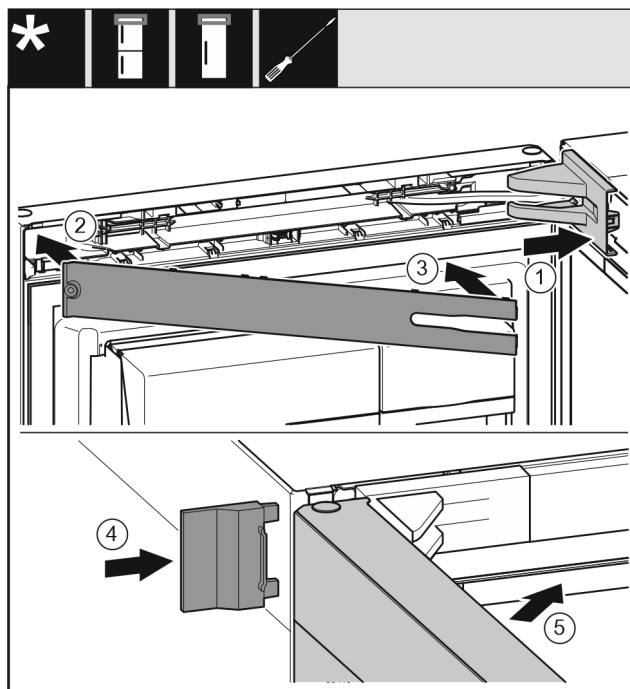

Fig. 54
- ▷ 放上并插入托架盖 Fig. 54 (1)，如有必要小心地按压分开。
- ▷ 盖上隔板 Fig. 54 (2)。
- ▷ 隔板 Fig. 54 (3)。
- ▷ 插入外盖 Fig. 54 (4)。
- ▷ 关闭冰箱上方门 Fig. 54 (5)。